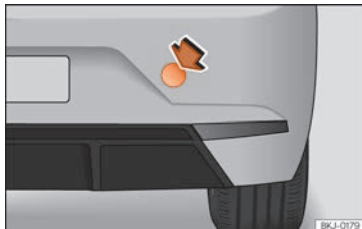

Fig. 47 Du côté droit du pare-chocs arrière : retirer le cache.
Le logement de l'œillet de remorquage à visser se trouve sur la partie droite du pare-chocs arrière, derrière un cache »» fig. 47.
- Appuyez sur la partie supérieure droite du cache »» fig. 47 afin de le dégager.